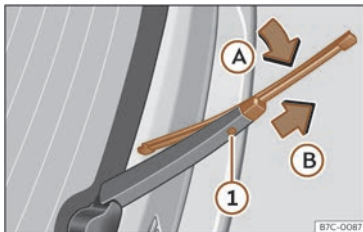

Fig. 181 Cambio de la escobilla de la luneta trasera.
- Rote la escobilla ligeramente >>> **fig. 181** (flecha **A**).